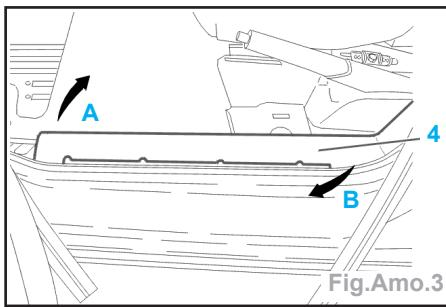

Fig.Amo.3
- Déposer (Fig.Amo.3) :
- la baguette de seuil (4) de la porte conducteur selon les flèches (A et B).